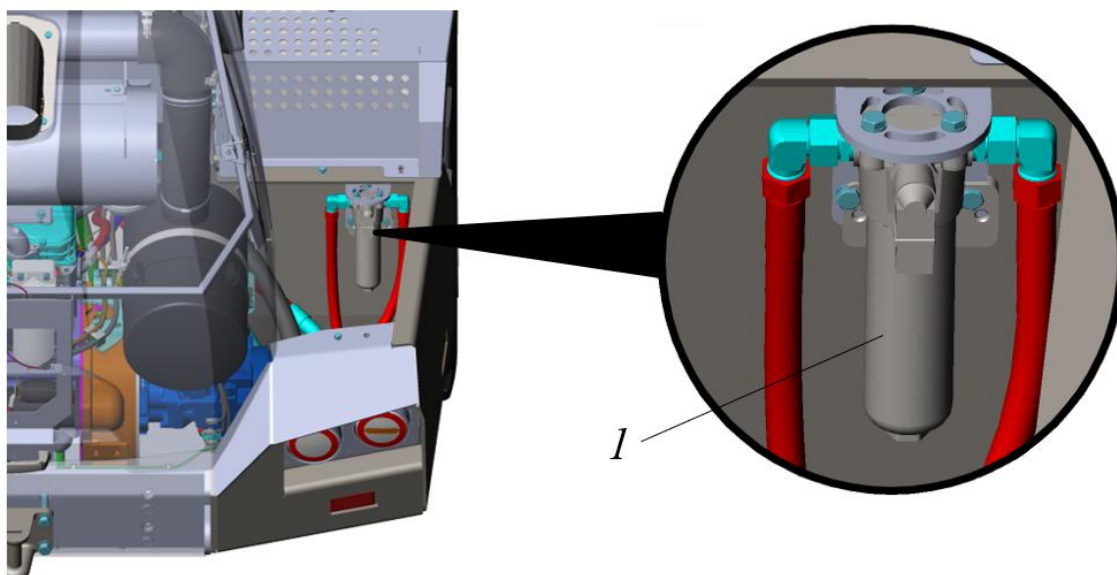

Рисунок 5.48. Фильтр напорный
Фильтр напорный размещен в задней части машины справа, см. рис. 5.48.
- ▶ Открутить колбу 1, рис. 5.48, извлечь отработанный фильтроэлемент.